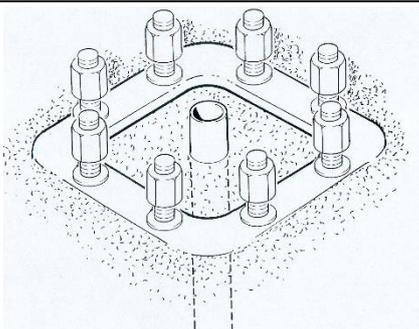

Abb. 21
4. Falls erforderlich, ein Rohr für die Stromversorgungsleitung des Auslegerkrans in den Sockel einlassen (Abb. 21).